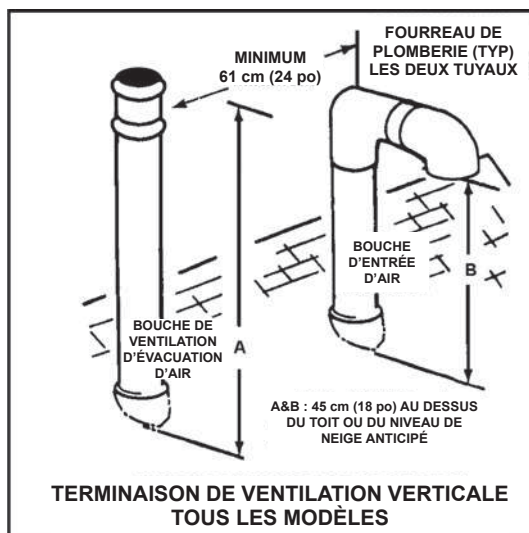
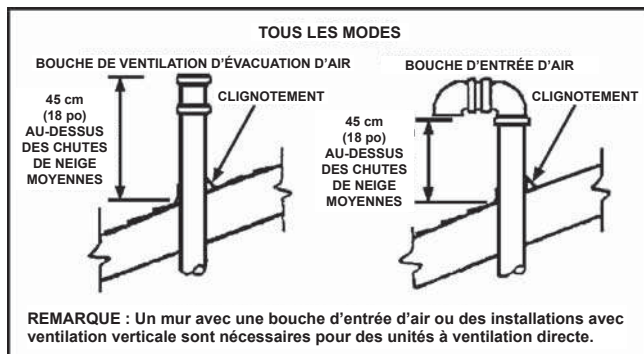

Figure 13
Figure 14
4. Prévoir au moins 61 cm (24 po) entre l'axe central de la terminaison d'admission d'air et l'axe central de la terminaison d'évacuation d'air. Voir Figure 13 et Figure 14.